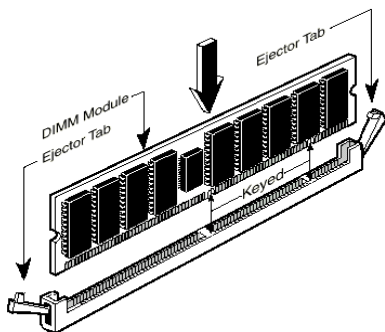

図 2-4 メモリモジュールのインストール
**ステップ 5.** 図のように、DIMM をメモリ拡張スロットに挿入します。図 2-4 でメモリモジュールにキーノッチ(keyed)があることを良く見てください。これは、DIMM が誤った方向